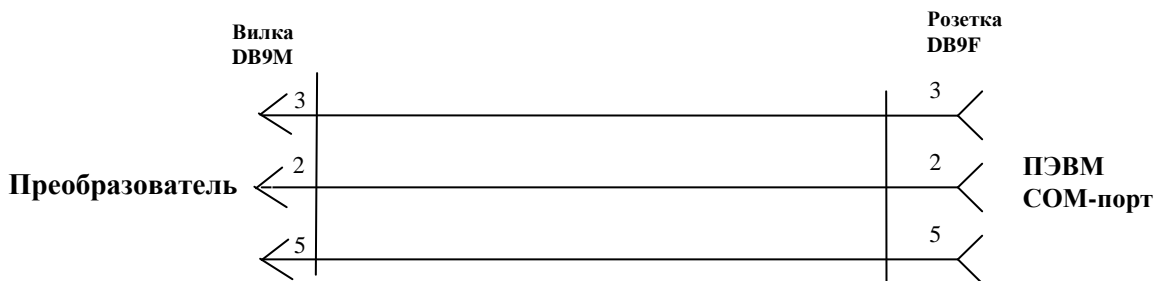

Рисунок 3 Подключение ПЭВМ типа IBM PC к интерфейсу RS-232 преобразователя
6.2 Монтаж и подключение к линиям связи рекомендуется начать с установки резисторов и распайки кабелей связи см. рис. 3,4.